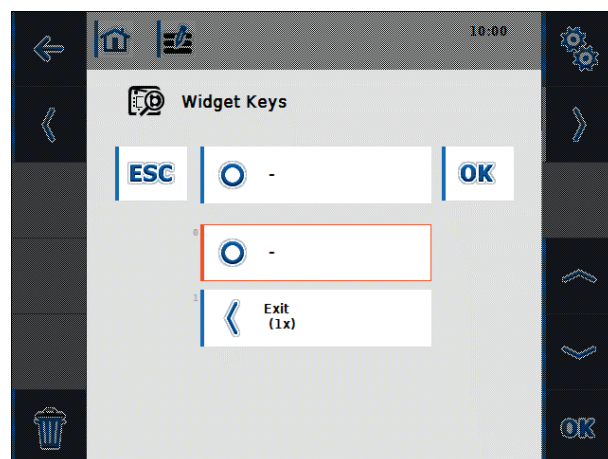

Figura 6-6: Tasti funzione popup Widget
3. Per posizionare tasti funzione widget nel layout, selezionare una cella tasto funzione nell'area principale e assegnare la chiave widget desiderata dell'elenco (cfr. Figura 6-6).